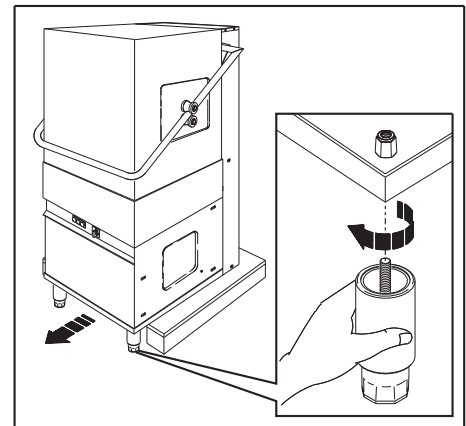

Fig. 4
3. Faire glisser la machine sur la palette jusqu'à libérer deux des quatre trous présents pour y insérer les pieds d'appui (fig. 4). Prendre un des pieds fournis et visser la vis dans l'un des deux sièges libérés (fig. 4). Effectuer le montage du deuxième pied en suivant la même procédure (fig. 4).